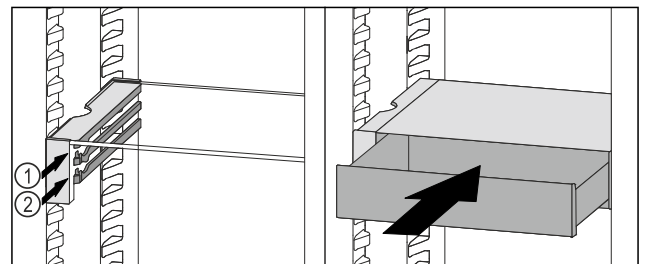

Fig. 133
- ▶ VarioSafe-Schubfach hinter den Stopperrn auf gewünschter Rippe Fig. 133 (1) oder Fig. 133 (2) aufsetzen.